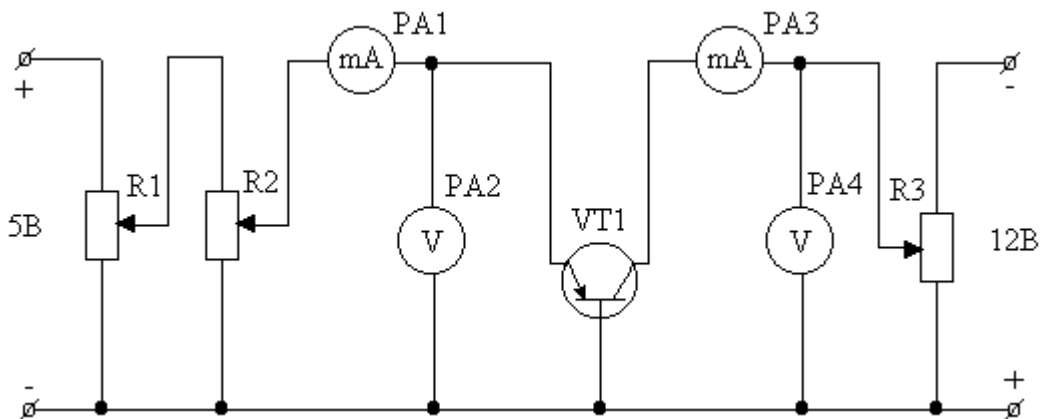

Рисунок 6.1 – Схема дослідження біполярного транзистора, який включено за схемою із спільною базою
На рис. 6.1 наведена схема дослідження біполярного транзистора при включенні його із спільною базою.
1. Скласти схему відповідно до рис. 6.1.